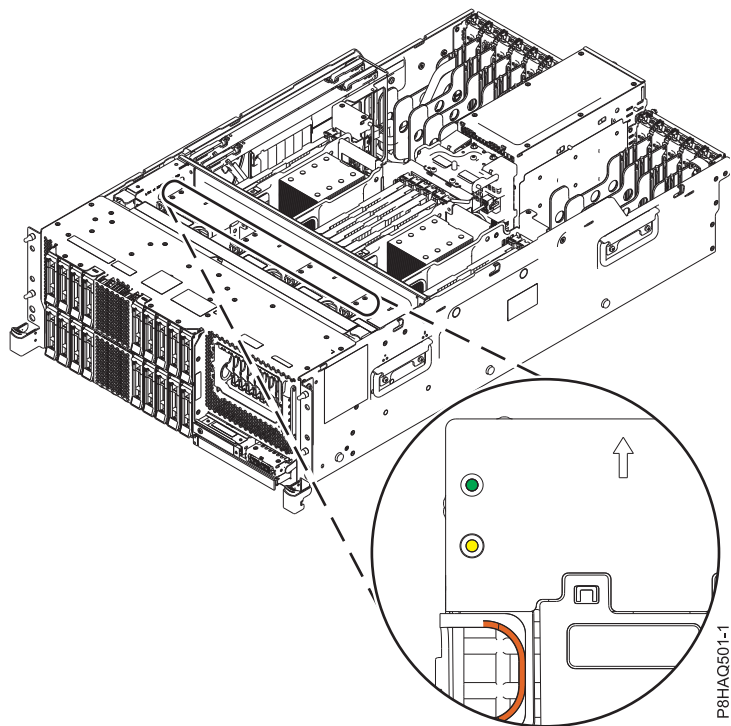
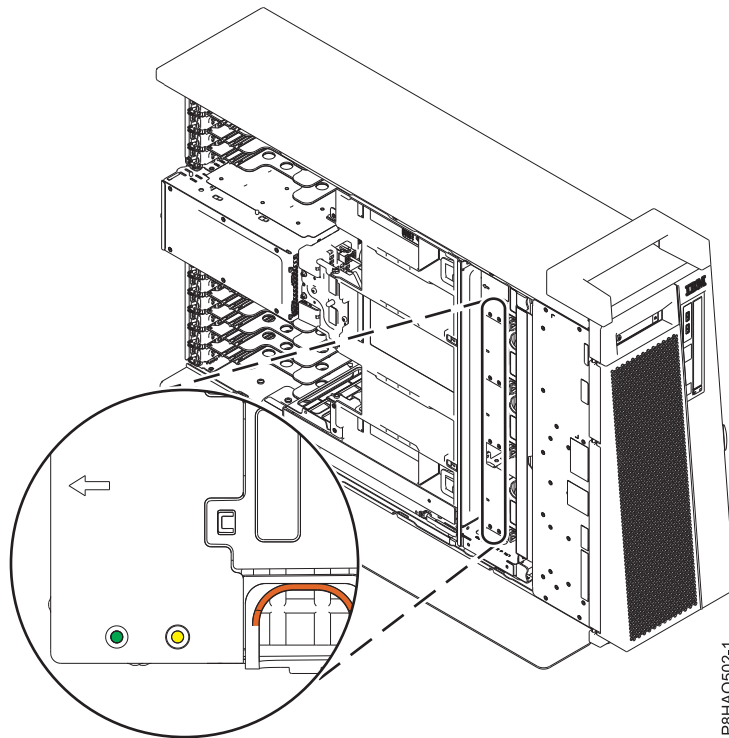

Figura 1. LED en el receptáculo de ventilador de los AMD en un sistema montado en bastidor
Figura 2. LED en el receptáculo de ventilador de los AMD en un sistema autónomo
Cada una de las dos unidades AMD tiene un LED verde y un LED ámbar, como se muestra en la Figura 1 en la página 3 y la Figura 2 en la página 4. El LED verde está encendido (luz fija) para ambos ventiladores, pero el ventilador con la anomalía tiene encendido el LED de error ámbar.
- Los dispositivos de circulación del aire (AMD) deben estar instalados en las cuatro ranuras. Cada una de las cuatro unidades AMD tiene un LED verde y un LED ámbar, como se muestra en la Figura 1. El LED verde está encendido (luz fija) para los cuatro ventiladores, pero el ventilador con la anomalía tiene encendido el LED de error ámbar.